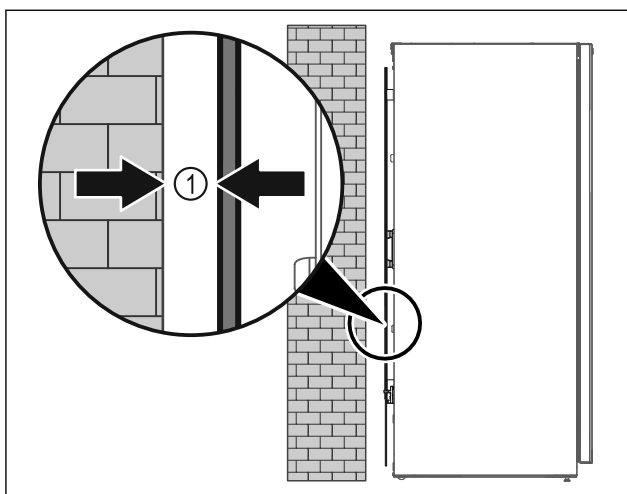

Fig. 7
- ▶ Posizionare l'apparecchiatura in un punto a piacere del locale (libera installazione) oppure addossato a una parete a una distanza minima di 5 mm Fig. 7 (1).